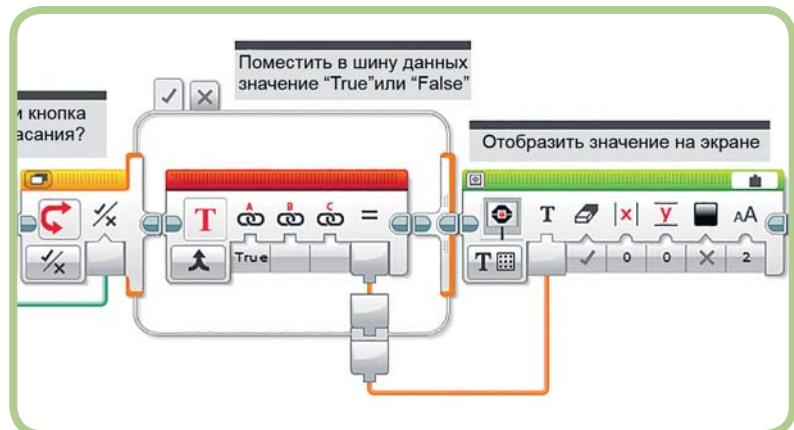

Рис. 9.9. Подключение первой шины данных
2. Соедини с помощью шины данных вывод графы **Результат** (Result) блока **Текст** (Text) с вводом графы **Текст** (Text) блока **Экран** (Display) (рис. 9.9). Обрати внимание: там, где шина данных пересекает границу блока **Переключатель** (Switch), создается два блока вывода.